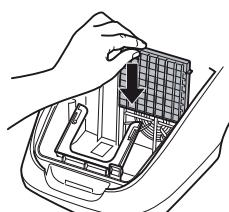

Abb. 26
7. Schieben Sie den frisch bestückten Filterhalter von oben kräftig und lagerichtig in seine Aufnahme (Abb. 26).